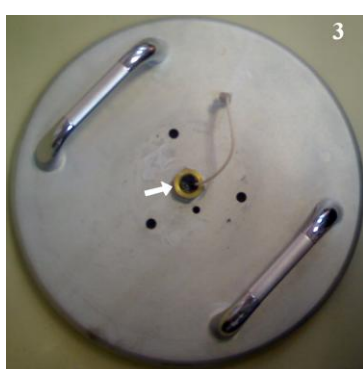

Рисунок 4.5
3) Отвернуть накидную гайку и извлечь акселерометр (рисунок 4.5, гайка обозначена стрелкой).